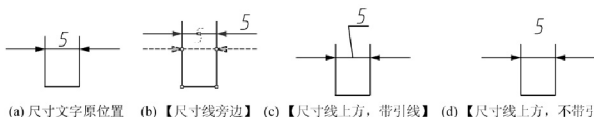

图 6-18 标注文字位置的调整
②【文字位置】选项组：用于设置标注文字从默认位置(由标注样式定义的位置)移动时标注文字的位置，如图 6-18(a)为当使用夹点操作移动标注文字时，所显示的文字位置。
【尺寸线旁边】：移动文字时，标注文字始终放在尺寸线旁边，如图 6-18(b)所示。
【尺寸线上方，带引线】：移动文字时，将标注文字放在尺寸线上方，并用引线相连，如图 6-18(c)所示。
【尺寸线上方，不带引线】：移动文字时，将标注文字放在尺寸线上方，不用引线相连，如图 6-18(d)所示。